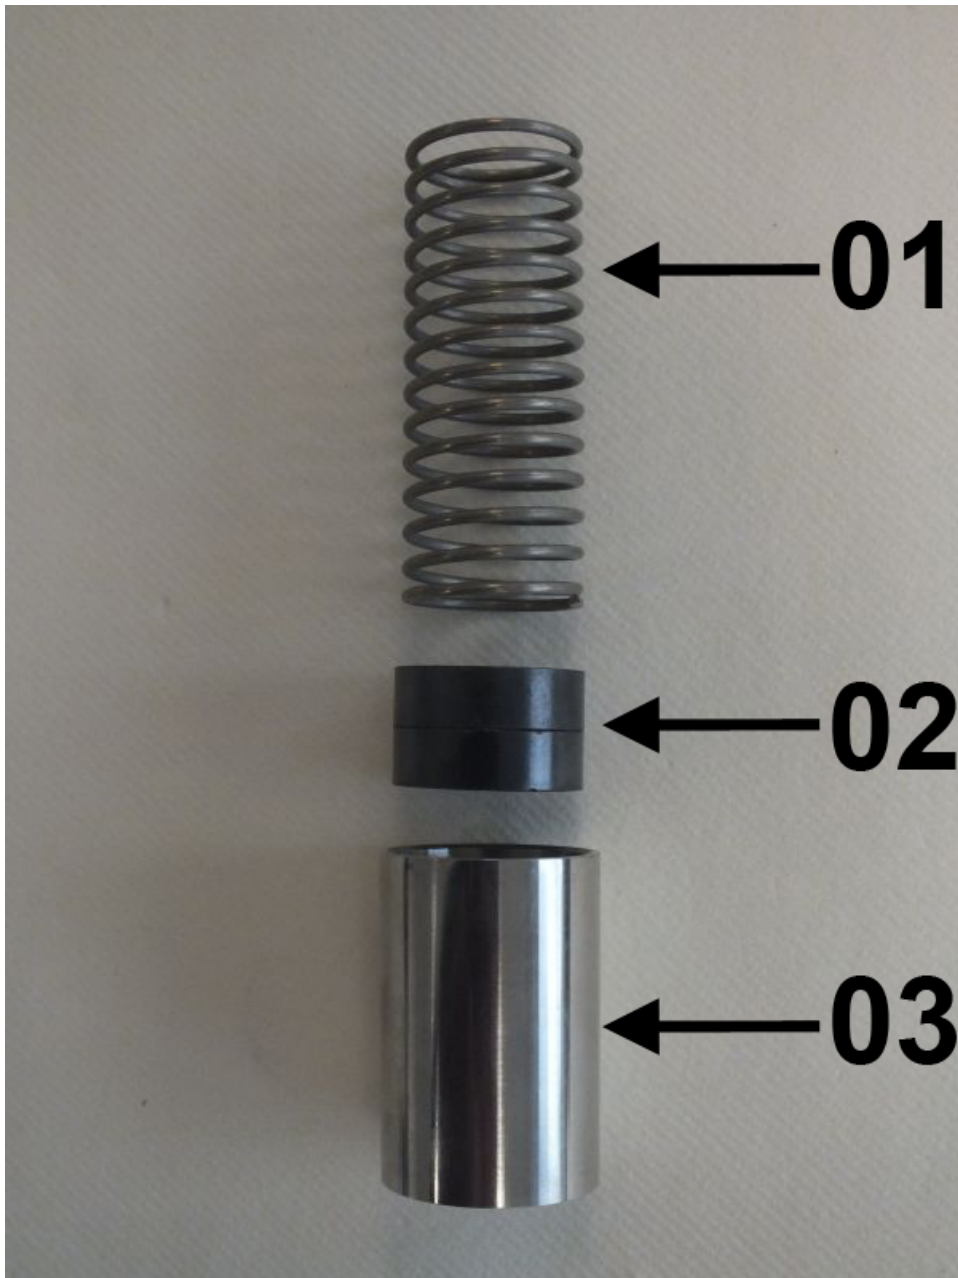

Abb. 47: Feder, Magnete und Schwebekörper
**7.** ➤ Feder (Abb. 47/01), Magnete (Abb. 47/02) und Schwebekörper (Abb. 47/03) als Innenteile des Strömungswächters